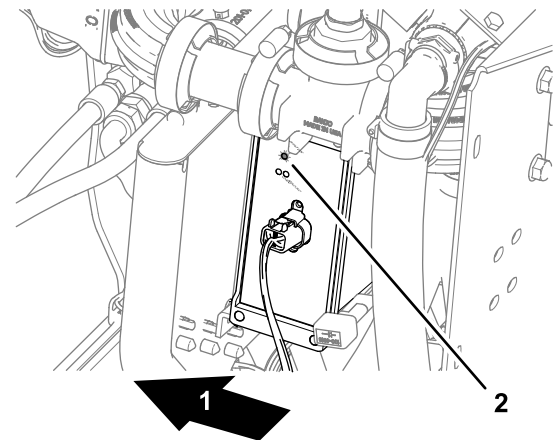

図 234
- ブーム自動コントローラ STATUS インジケータが点灯する図 234。